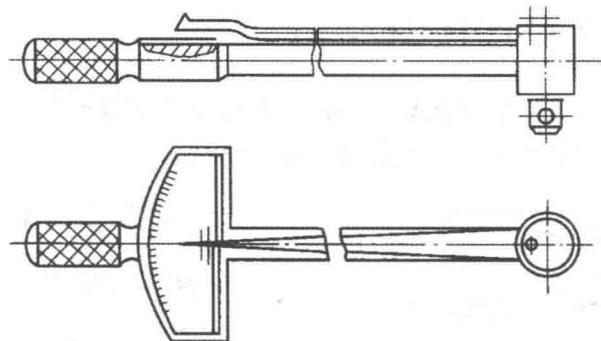

图 1-4 扭力扳手
(4) 扭力扳手(如图 1-4)。扭力扳手是能够控制扭矩大小的扳手,由扭力杆和套筒头组成。凡是对螺母、螺栓有明确规定扭矩的(如气缸盖、曲轴与连杆的螺栓、螺母等),都要使用扭力扳手。在扭紧时指针可以表示出扭矩数值,通常使用的规格为 $0\sim300\text{ N}\cdot\text{m}$ 。